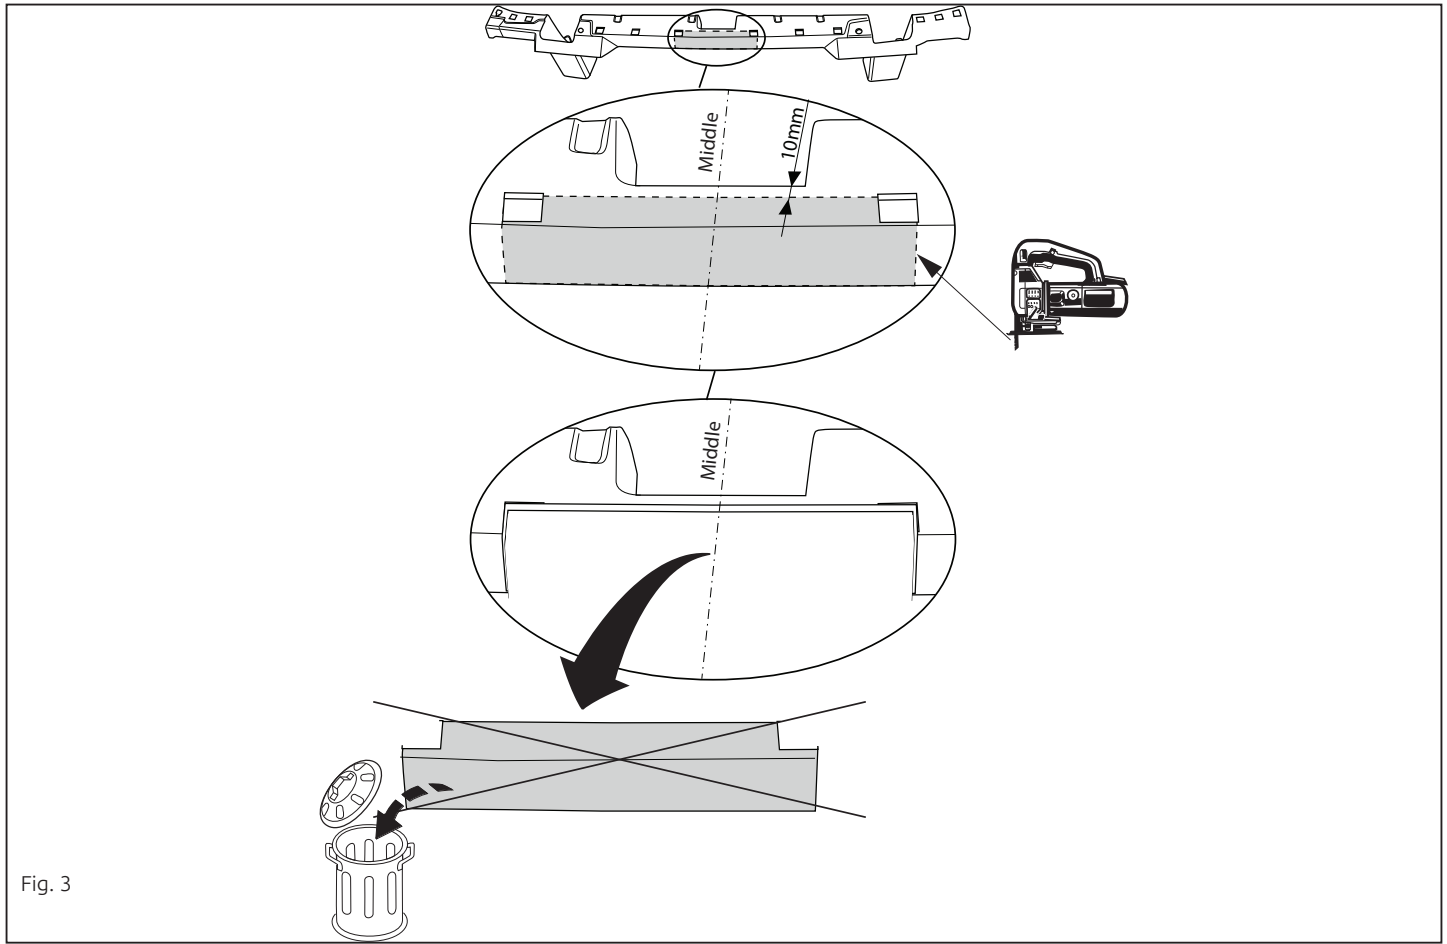

Fig. 3
10. Выпилить обозначенную часть, как указано на рис. 3.